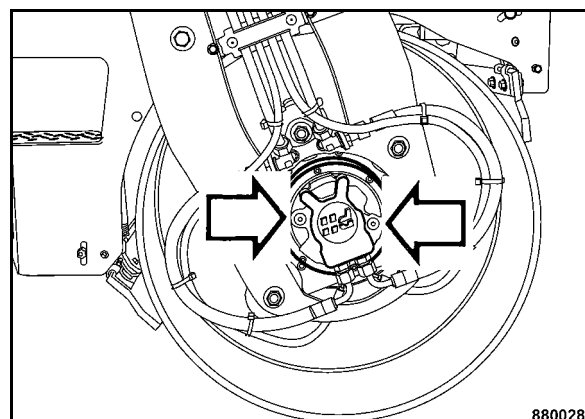

Fig. 73
- Smontare due tappi (Fig. 73).
- Riavvitare i due tappi (Fig. 73).